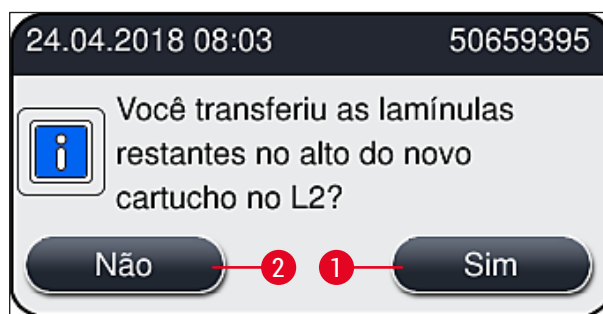

Fig. 63
8. Após o fechamento da cobertura, o sistema pergunta ao usuário se as lamínulas restantes foram inseridas no novo cartucho de lamínulas (→ Fig. 63). Se for este o caso, confirme a mensagem de informação com **Sim** (→ Fig. 63-1). Se nenhuma lamínula foi inserida, confirme a mensagem de informações com **Não** (→ Fig. 63-2).